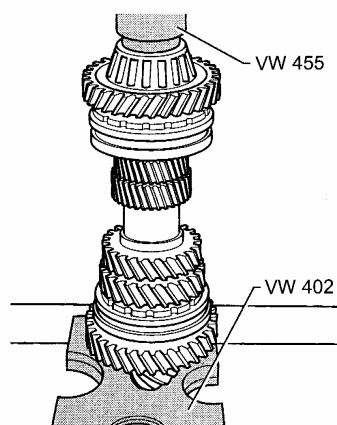

图 12-92 压入小圆锥滚柱轴承内圈
(5) 压入小圆锥滚柱轴承内圈时，按图 12-92 所示进行操作。